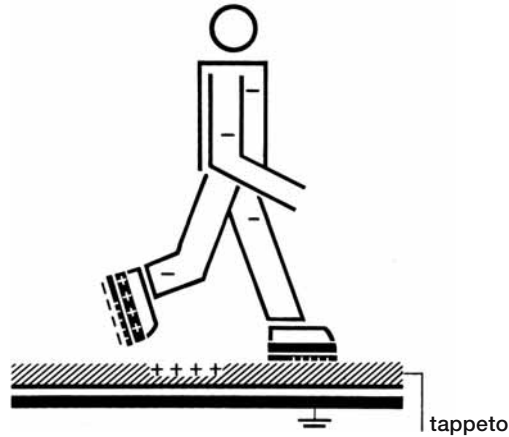

Figura 27: separazione delle cariche dovuta al passaggio su un pavimento [8]
- **strofinio di suole isolanti** su superfici (figura 27), ad es. tappeti o pavimenti rivestiti in materiale sintetico.